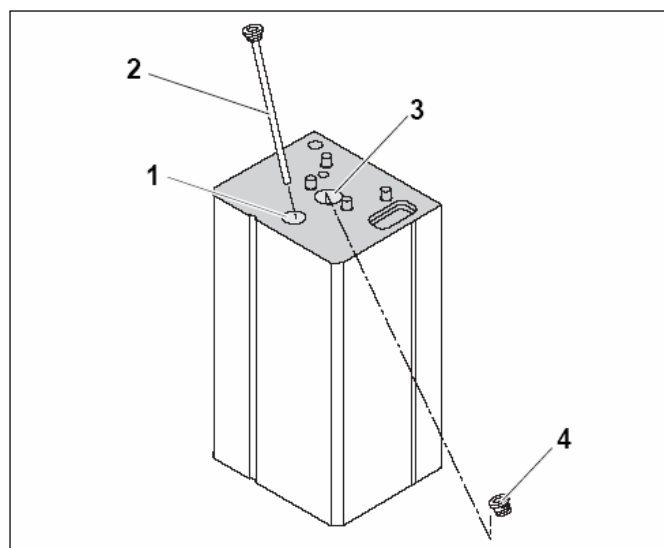

Рис. 14 Демонтаж обшивки
- Снять крышку магниевого анода (рис. 14, поз. 1).
- Вывернуть магниевый анод (рис. 14, поз. 2).
- Снять крышку смотрового отверстия (рис. 14, поз. 3), вывернуть и проверить заглушку смотрового отверстия (рис. 14, поз. 4), при необходимости – заменить.
- Герметизировать магниевый анод (рис. 14, поз. 2).
- Герметизировать заглушку смотрового отверстия (рис. 14, поз. 4).